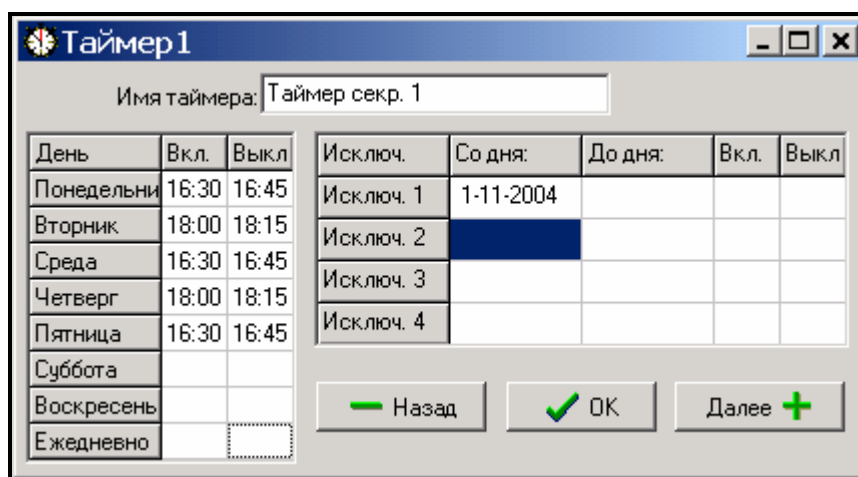

Рис. 4. Определение времени управления группами с помощью таймера.
- **Доступ по таймеру** – группа, управляемая пользователем, причем включение и выключение дежурного режима может производиться с частотой, определяемой назначенными таймерами. В периоды между этими интервалами времени, не имеется возможности постановки группы на охрану или ее снятия с охраны. К примеру, если показанный на Рис. 4 таймер будет назначен определяющим доступ к группе „Секретариат”, то включение или выключение дежурного режима будет осуществляться по графику: в понедельник - в часы от 16:30 до 16:45, во вторник - от 18:00 до 18:15 и т.д., за исключением периодов, указанных в таблице "исключений таймера".